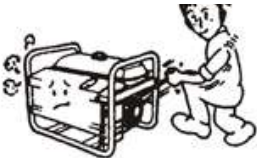

Рис. 52
9.1 Несправність: двигун не запускається (Рис. 52).